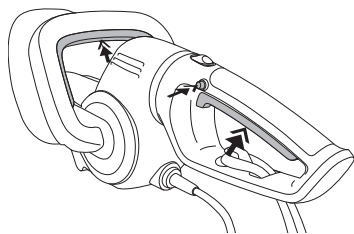

Fig. 3
2. Oprima el seguro del interruptor y manténgalo oprimido (Fig. 3). Esto hace que el interruptor del gatillo pueda funcionar.